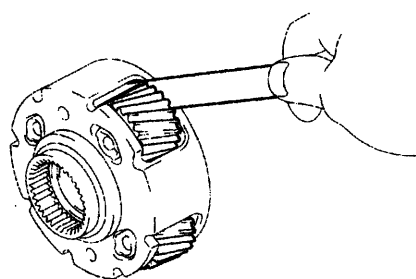
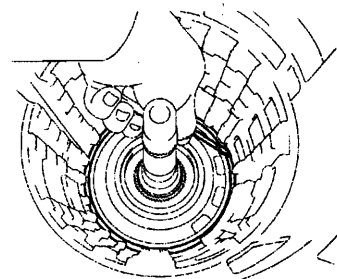

图 12-1-48
图 12-1-49
(55) 检查中央行星齿轮总成。如图 12-1-48 所示, 用塞尺测量中央行星齿轮止推间隙, 标准间隙 0.12~0.68mm, 最大间隙为 0.73mm。若间隙大于最大值, 则应更换中央行星齿轮总成。
(56) 拆下中央轴。
①如图 12-1-49 所示, 用螺丝刀从壳体上拆下卡环。